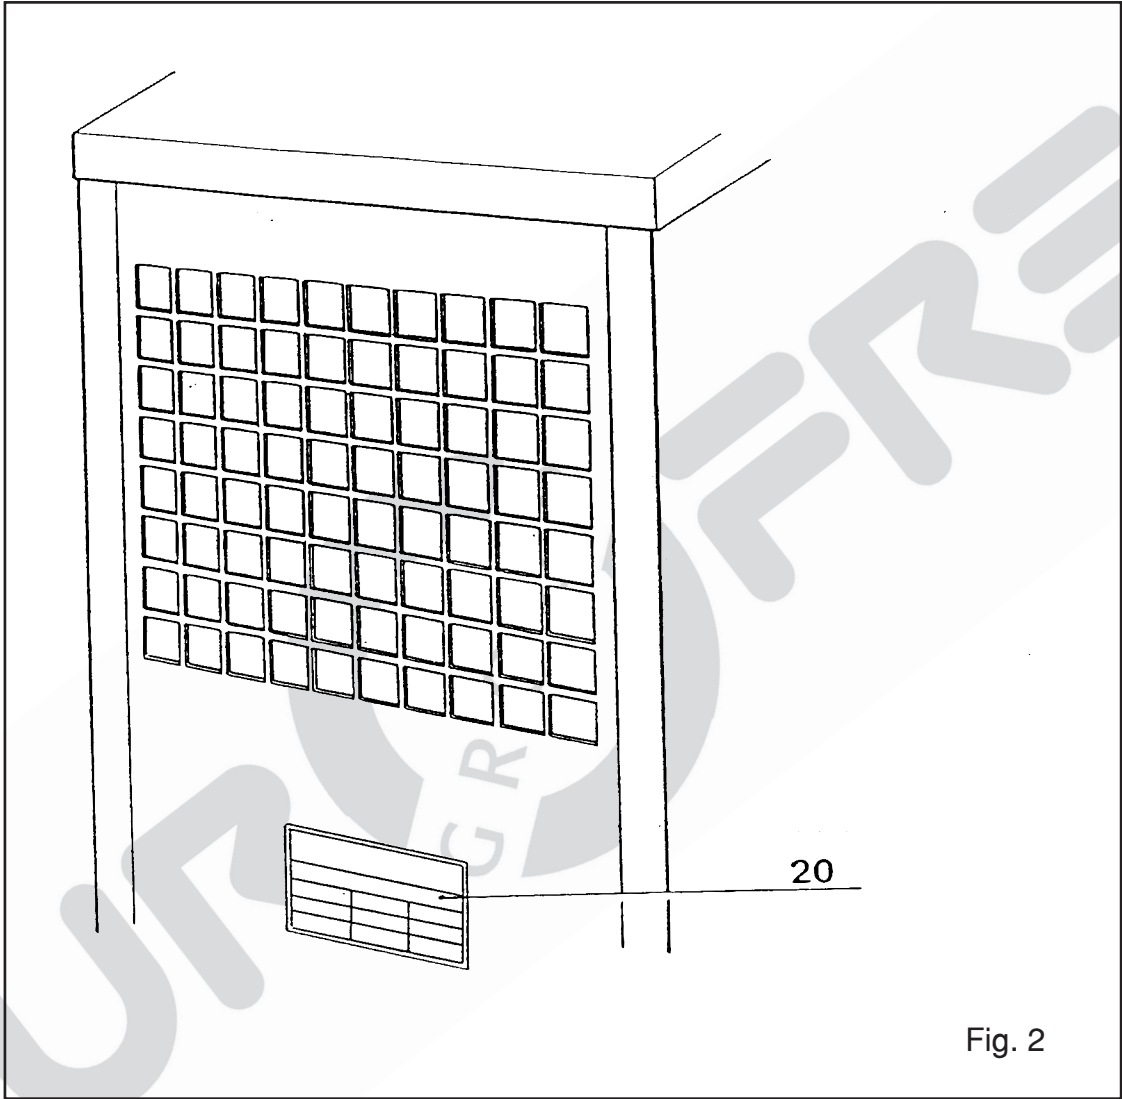

Fig. 2
- el voltaje referido sobre la plaqueta pos. 20 (fig. 2). Debe corresponder al de la red de alimentación.